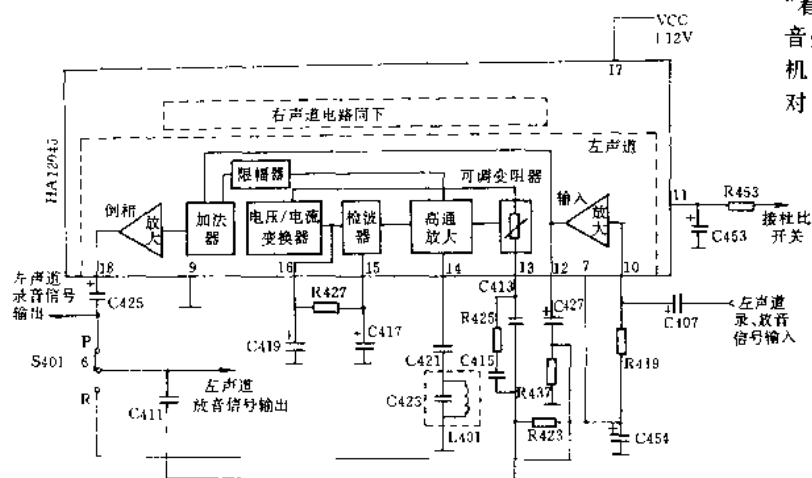

图4 先锋DC-X21Z机杜比降噪电路
该机杜比降噪电路由集成电路 HA12045 及其外围元件组成, 如图 4 所示。(见下页) HA12045 为杜比 B 型降噪电路, 其内部有两个完全独立的降噪系统。表 4 (见下页) 为 HA12045 各引脚功能表。下面以左声道为例介绍其工作过程。
图 4 电路中, S401—6 为录放开关; 由 HA12045 内可调变阻器和电容 C413、C415、电阻 R425 等组成可变高通滤波器。录音时, S401—6 置于录音 (R) 位置, 左声道信号从 HA12045⑩脚输入, 经放大后, 一路作为主信号直接送至加法器上, 另一路从⑫脚输出, 经 C427、S401—6 加至可变高通滤波器, 由其控制让低电平时的高频成分通过, 并